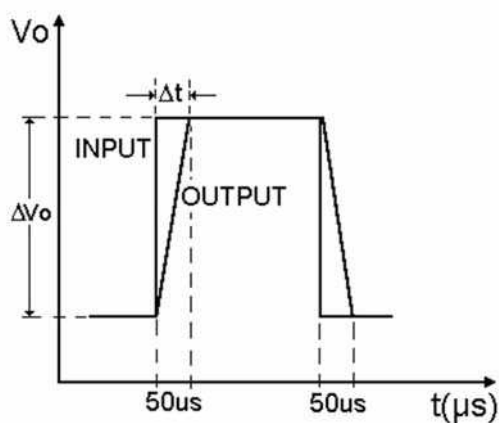

Figura 2.4 Se l'op-amp ha un basso slew rate e il segnale di ingresso è di ampiezza elevata, il segnale di uscita si presenterà distorto.
Lo *slew rate* (SR) indica la velocità di risposta dell'amplificatore operazionale, ossia la sua capacità di fornire in uscita un segnale pressoché eguale al segnale di ingresso. Se il segnale V_i ha un'ampiezza molto elevata o presenta un fronte di salita brusco (come nel caso, per esempio, di un'onda quadra), in uscita si può avere un segnale fortemente distorto così come mostra la figura 2.4 nella quale si può notare il ritardo del segnale di uscita (OUTPUT) rispetto al segnale a onda quadra applicato in ingresso (INPUT). Lo *slew rate* ha l'espressione: